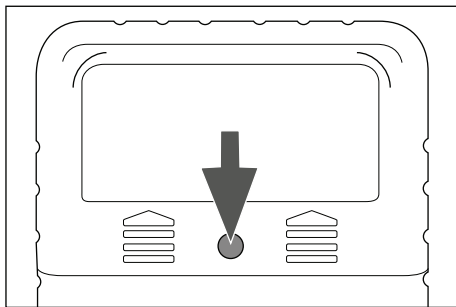

Fig. 1
- 1) Løsn den øverste skrue på bagsiden af produktet med en skrue-trækker (se fig. 1). Fjern batteriafdækningen ved at skubbe den op.